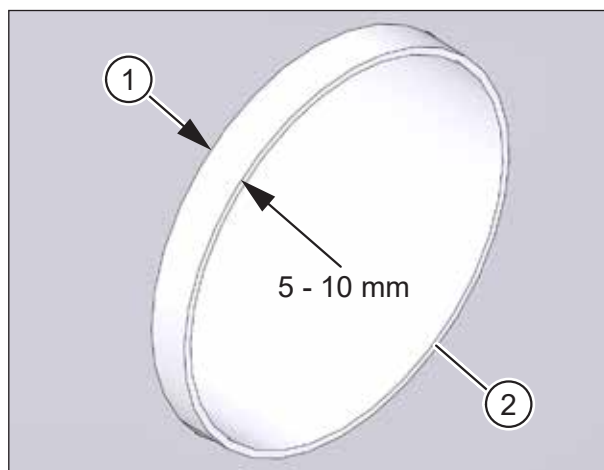

Abb. 10: Lüftungsrohre überprüfen
- ▶ Überprüfen Sie, dass die Lüftungsrohre 5 - 10 mm (siehe Pos. 1 in Abb. 10) über den Außenputz überstehen.
- ▶ Überprüfen Sie, dass die Schnittstellen der Lüftungsrohre (siehe Pos. 2 in Abb. 10) entgratet sind.